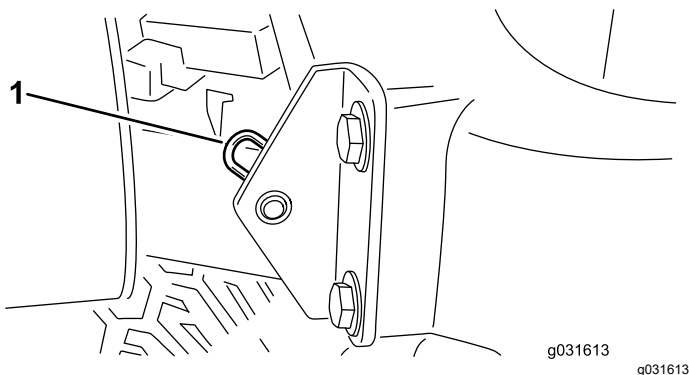

Figura 41
2. Tire o perno de gancho que fixa a articulação do capot aos suportes de montagem (Figura 41).